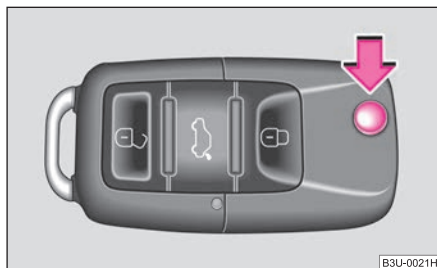

Abb. 18 Klappschlüssel
- Drücken Sie den Entriegelungsknopf ⇒ Abb. 18, um den Schlüssel aus- und einzuklappen.